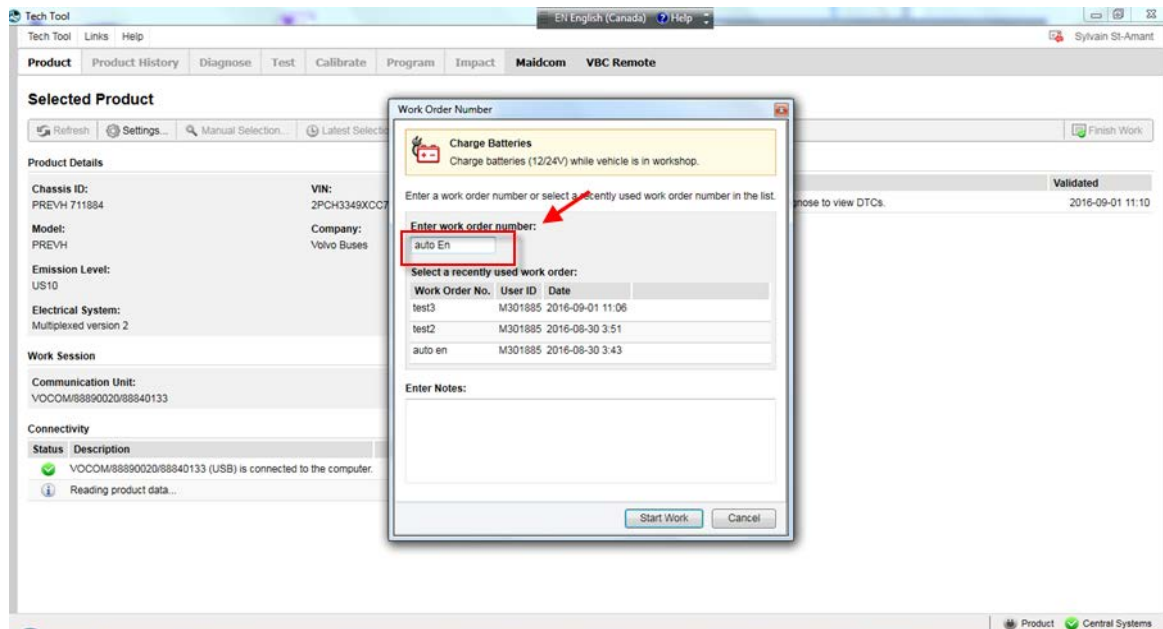

FIGURE 13
1. Dans Premium TechTool, sélectionnez l'onglet PRODUCT. Entrez le numéro de l'ordre de travail (FIGURE 13).